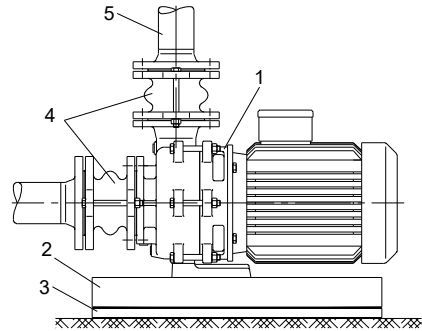

Abb. 4.6a Geräuschdämpfende Aufstellung
Eine Schallminderung kann durch Isolierung des Fundamentes (2) vom Fußboden mittels einer geeigneten Dämmplatte (3) und durch Einsatz von geeigneten Kompensatoren (4) zwischen Rohrleitung (5) und Pumpe (1) erreicht werden (Abb. 4.6a). Das Fundament (2) darf keine feste Verbindungen mit dem Boden oder den Wänden aufweisen.